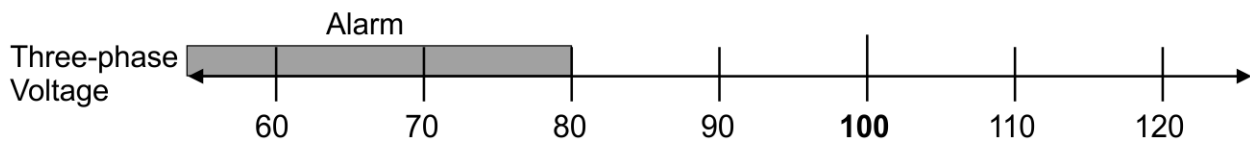

Figura 4-31. Ejemplo de umbral de nivel de equilibrio
**Loss of Sensing Voltage – Balanced Level (Pérdida de detección de tensión: nivel de equilibrio).** Cuando las tres fases de detección de tensión disminuyen por debajo de este ajuste, se inicia el retardo de tiempo de pérdida de detección hasta agotarse. Se puede ingresar un ajuste de 0 % a 100 % (del valor nominal) en incrementos de 0,1 %. Consulte el ejemplo de la **Figura 4-31**.